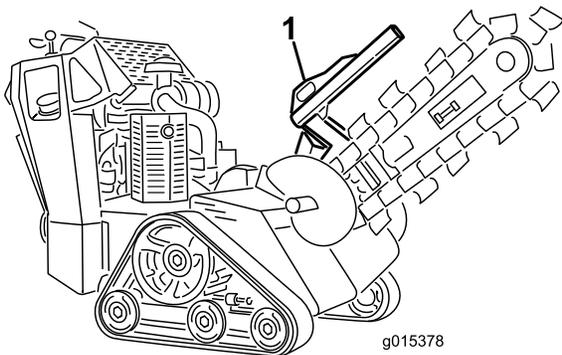
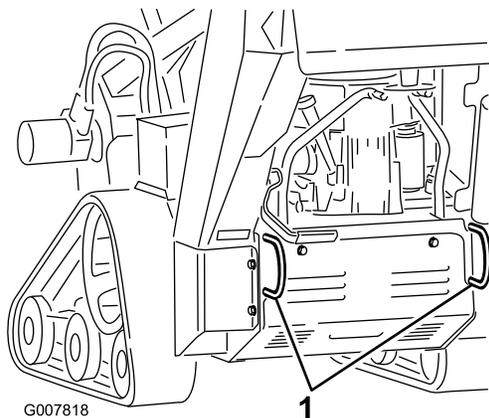

Рисунок 18
Рисунок 19
3. Закрепите машину на прицепе цепями или ремнями, используя скобы для крепления/подъема спереди и сзади машины (**Рисунок 18** и **Рисунок 19**). Изучите местные нормативные документы по прицепам и сцепным устройствам.
Можно поднять машину, используя в качестве точек подъема скобы для крепления/ подъема (Рисунок 18 и Рисунок 19).